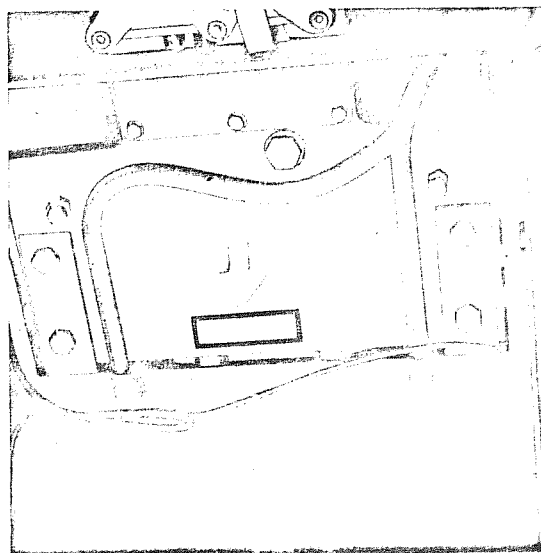

Fig. 2
N. DELLA TRATTRICE: stampigliato in alto sulla parte posteriore del corpo trattrice (visibile togliendo il cuscino) Fig. 2.
NUMÉRO DU TRACTEUR: frappé à froid en haut sur la partie postérieure du corps du tracteur (visible en enlevant le coussin) du siège). Voir figure 2.
NR. DES SCHLEPPERS: markiert oben auf der Rückseite des Schlepperkörpers (sichtbar bei Abnahme des Kissens). Bild 2.